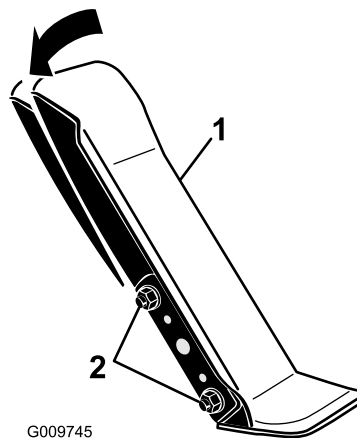

Figura 114
1. Allentare i 2 dadi e bulloni che fissano il lato sinistro del pedale di trazione alla staffa (Figura 114).
2. Inclinate il pedale nell'angolazione desiderata e stringete i dadi (Figura 114).